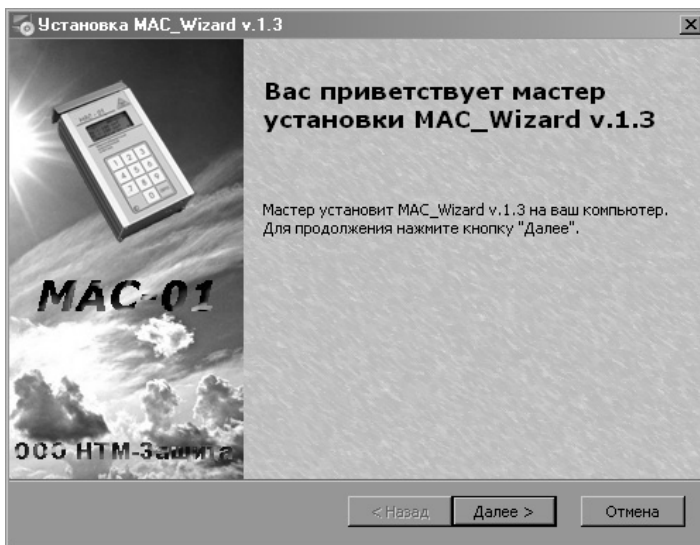

Рис.1
- запустить из CD-диска установочную программу SetupMAC.exe. На экране ПК появится окно-приглашение установки ПО «MAC_Wizard.exe» (рис.1);